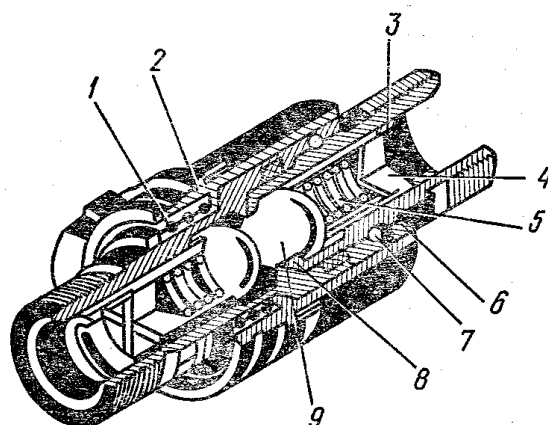

Рис. 18. Муфта разрывная:
4.9.1. Муфта разрывная (рис.18) служит для предохранения шлангов от разрушения при случайном отсоединении прицепа от трактора и для предотвращения вытекания масла из шлангов в отсоединенном состоянии. Разрывная муфта состоит из двух корпусов 6, 8, соединенных между собой фиксирующими шариками 7. В замкнутом положении шарики 9 отходят от своих седел и соединяют полости корпусов между собой.